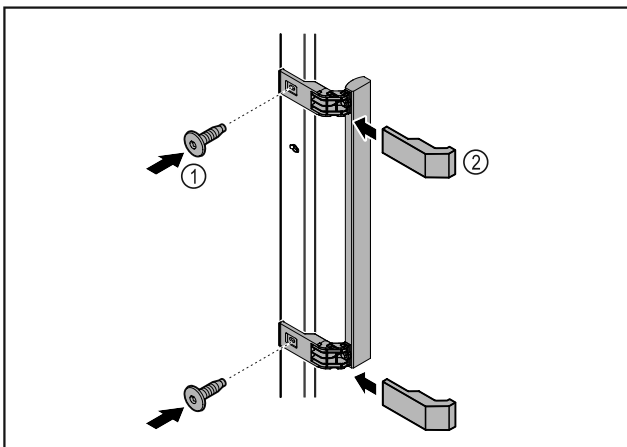

Fig. 6
- ▶ Madlo z příloženého příslušenství upevněte na dveře pomocí příložených šroubů Fig. 6 (1).
- ▶ Nasad'te kryt Fig. 6 (2).